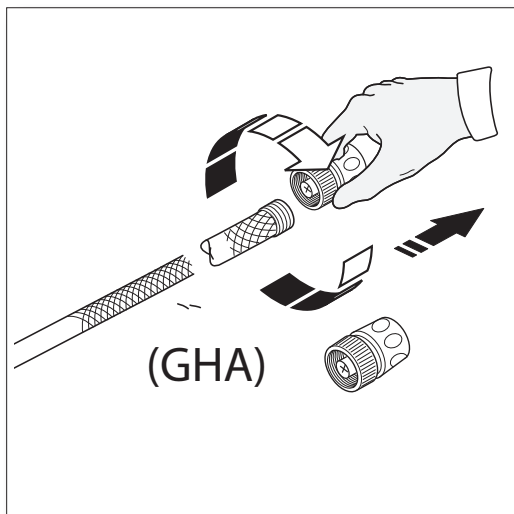

Fig. 15
- Attachez l'adaptateur du tuyau d'arrosage à l'extrémité du tuyau d'arrosage (**Fig. 15**).